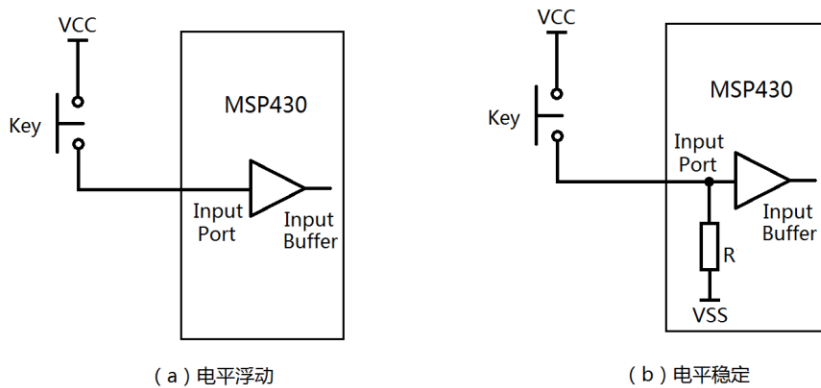

图 5.9 按键中的上下拉电阻
- 2) 如图 5.9 (a) 所示，按键电路输入高电平 1 是可靠的，但是输入低电平 0 则不可靠，因为按键不按下时输入被悬空，电平浮动。
- 3) 图 5.9 (b) 所示电路中，启用了内部电阻 R 并置于下拉，这样一来，输入低电平就是稳定的。